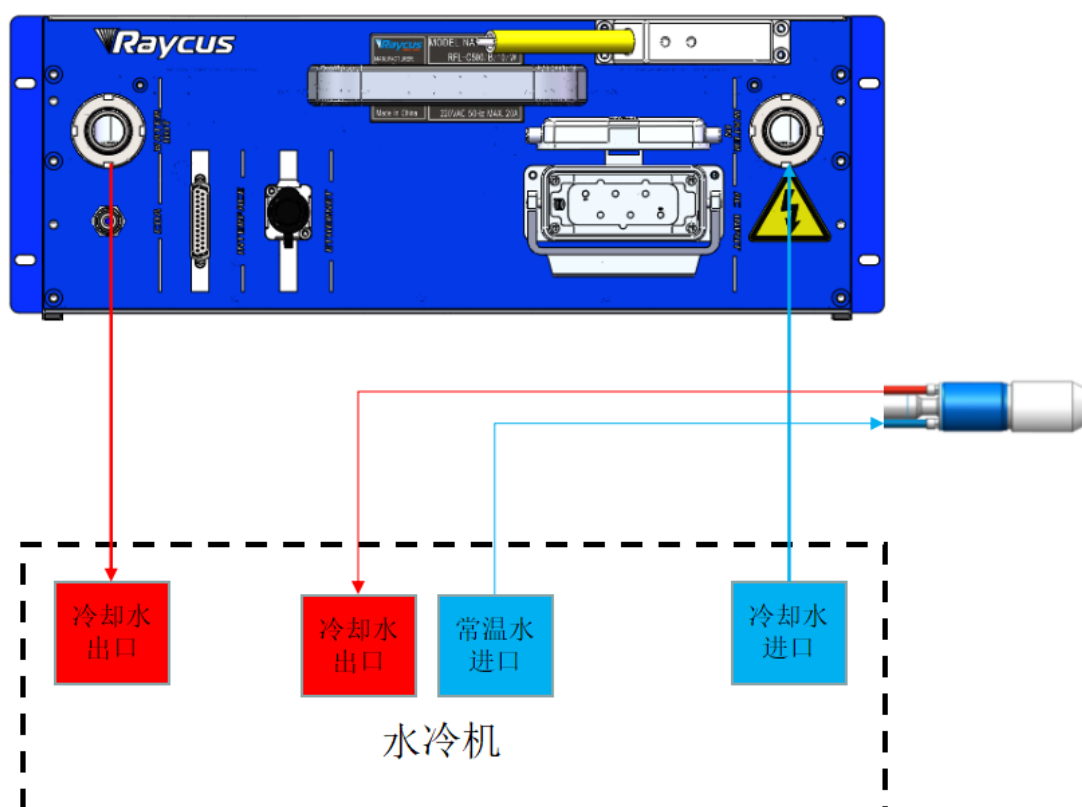

图 5 激光器冷却系统连接示意图
- c) RFL-C12000S-I 激光器冷却水连接如图 5 所示；